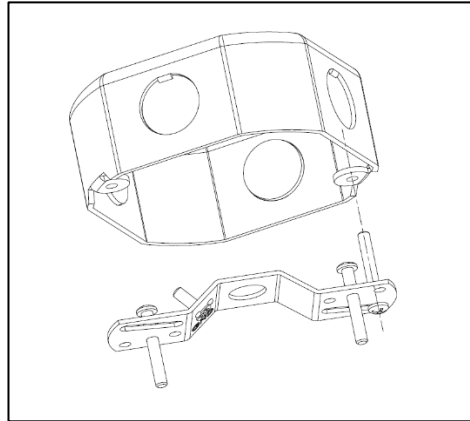
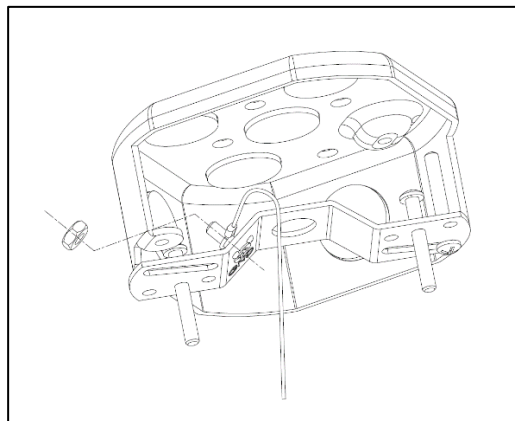
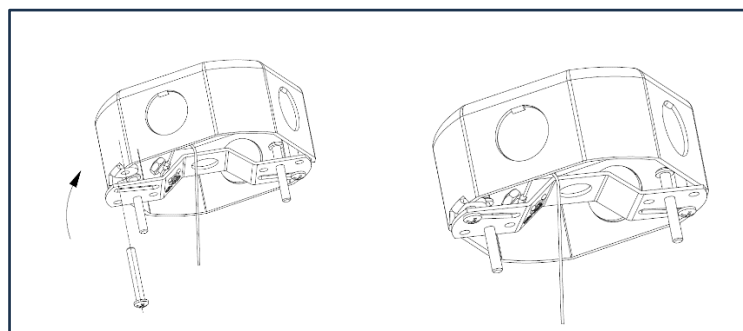

Figure 5
Figure 6
Figure 7
- Utilisez l'une des vis #8 fournies pour fixer le support de montage au ras du plafond en le fixant à la boîte de jonction. Assurez-vous que les deux vis réglables sont orientées vers le côté de la pièce (voir Figure 5). Fixez l'extrémité de l'œillet du câble d'attache à travers l'emplacement de vis de 12 mm fourni. Enfilez l'œillet d'attache à travers l'extrémité supérieure de la vis de 12 mm et fixez l'œillet avec l'écrou fourni en serrant l'écrou sur le dessus de l'œillet. (voir Figure 6). Faites pivoter et alignez la fente du support de montage sur le trou de montage de la boîte j, puis utilisez l'autre vis #8 pour fixer le support en place (voir Figure 7).